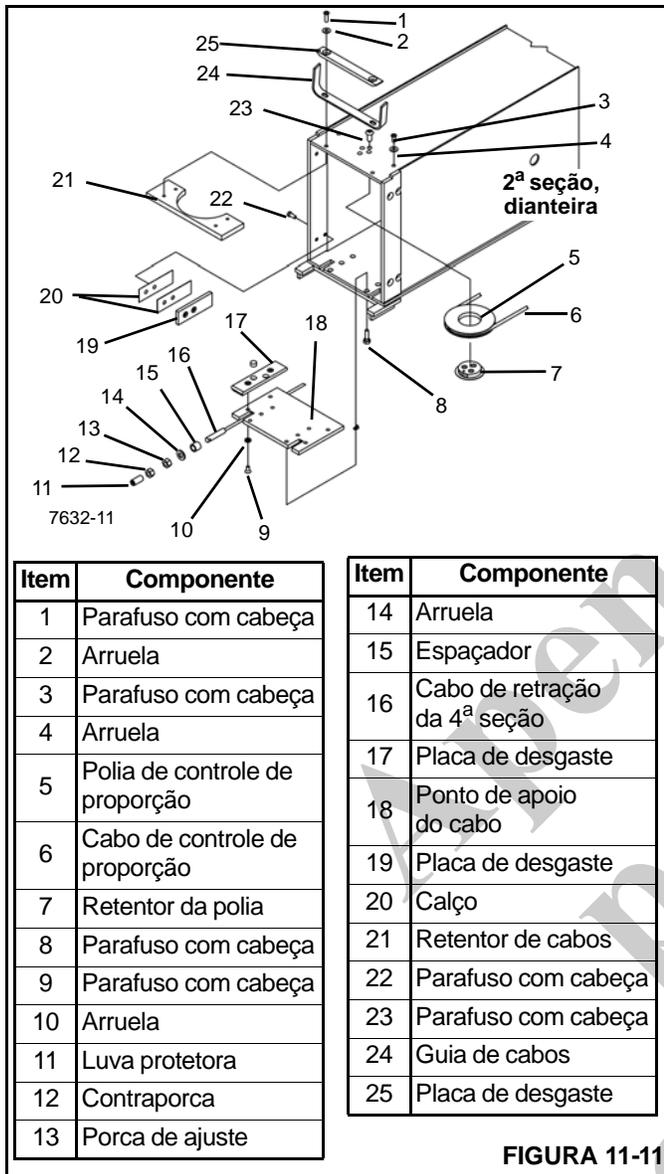

FIGURA 11-11
- Deslize o conjunto da 4ª/3ª seções para dentro da 2ª seção; passo o cabo de retração da 3ª seção através da 2ª seção, tomando cuidado para não danificar os cabos de retração da 4ª seção sob a 3ª seção. Deixe este conjunto pendurado para fora da 2ª seção cerca de 1,5 m (5 pés) (Figura 11-11).
12. Eleve um pouco as seções montadas na 2ª seção e instale as placas de desgaste laterais inferiores (19) e calços (20) conforme necessário (Figura 11-11).
15. Monte a placa de fixação do cabo de retração da 4ª seção (18) e as placas de desgaste (17).
16. Com as seções montadas ainda apoiadas, instale o conjunto da fixação do cabo/placa de desgaste na parte inferior da 2ª seção, passando os cabos de retração da 4ª seção (16) sob a placa de fixação do cabo nas fendas (Figura 11-11). Prenda com parafusos.
19. Instale o retentor do cabo (21), a guia do cabo (24) e a placa de desgaste (25) com parafusos e arruelas na placa superior da 2ª seção.